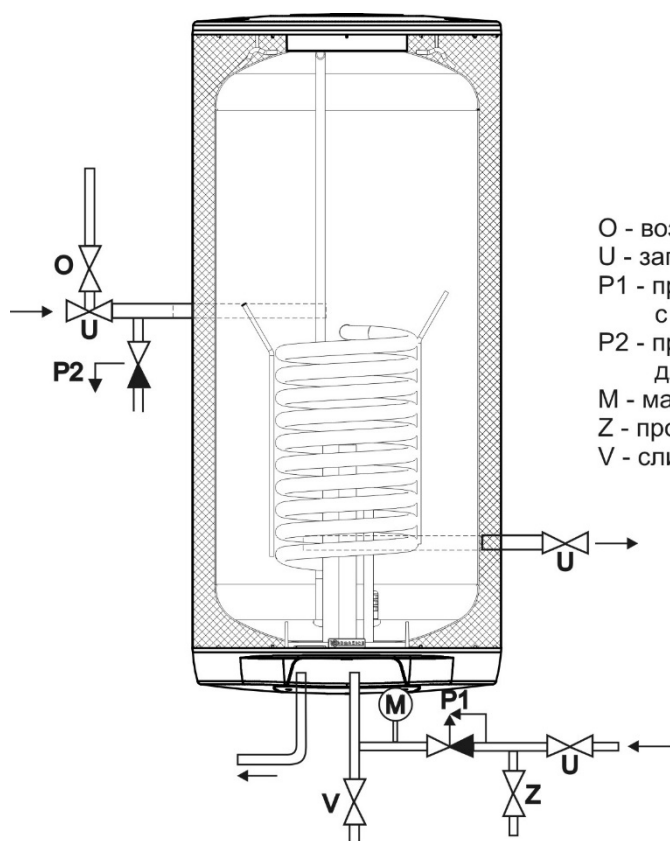

Рисунок 17
Перед монтажом следует проверить несущую способность стены и в зависимости от типа материала стены выбрать подходящий крепежный материал, при необходимости укрепить стену. Водонагреватель серии NTR/Z устанавливается только в вертикальном положении так, чтобы нижняя грань водонагревателя была расположена минимально в 600 мм над уровнем пола. У комбинированных водонагревателей перед подвешиванием на стене необходимо присоединить ко входам и выходам отопительной воды колена и их поворачиванием определить монтаж справа или слева (Рисунок 17). С учетом различных типов материала стены и широкого ассортимента специальных доступных на рынке крепежных материалов мы не снабжаем водонагреватели этими материалами. Систему крепления необходимо выбирать индивидуально, в соответствии с условиями. Рекомендуется поручить монтаж на стене и закрепление специализированной фирме или обсудить крепление со специалистом.
Подключение водонагревателей к водопроводу показано на (Рисунок 12, Рисунок 13, Рисунок 14, Рисунок 15, Рисунок 16, Рисунок 17). Для возможного отключения водонагревателя на входах и выходах воды необходимо смонтировать резьбовые соединения Ду 3/4". Если линия горячей воды оборудована циркуляционным контуром, подключается «обратка» к входу, обозначенному как ЦИРКУЛЯЦИЯ. Типы 100, 125, 160 NTR и 100, 125, 160 NTR / HV оснащены сливным выходом. У типа 200 и 250 NTR(R) на вход горячей воды необходимо установить Т-образную арматуру со сливным клапаном. Водонагреватель должен быть оборудован предохранительным клапаном. Предохранительный клапан устанавливается на впуске холодной воды, который обозначен синим кольцом. Рекомендуем как можно более короткую линию горячей воды, отводимой от водонагревателя, это уменьшит потери тепла. Водонагреватели должны быть оборудованы сливным клапаном на впуске холодной воды в водонагреватель для возможного демонтажа или ремонта.